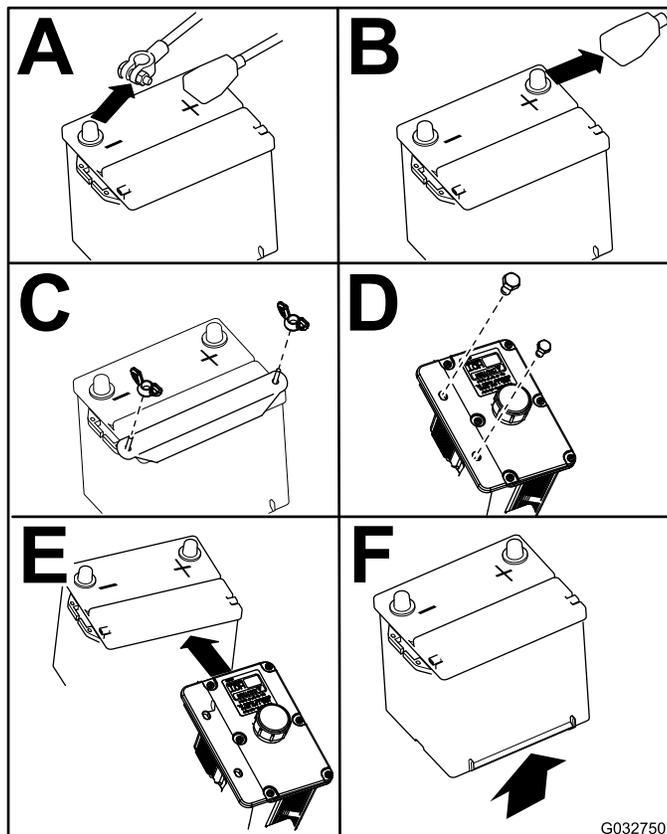

Figura 53
4. Rimuovete la batteria come illustrato nella Figura 53.